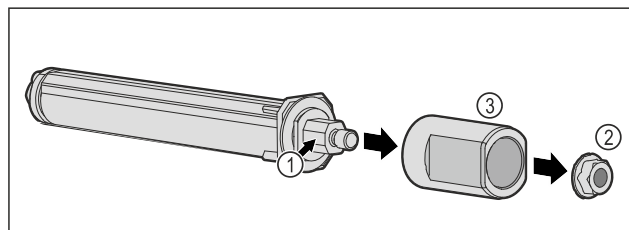

Fig. 46
- Non disassemblare il sistema di chiusura della porta Fig. 46 (1).
- Rimuovere il daco Fig. 46 (2).
- Rimuovere il manicotto Fig. 46 (3).